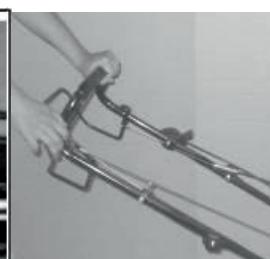

Рис.6C
3. Стоя позади оборудования, возьмитесь за рукоятку управления тормозом и прижмите ее к верхней рукоятке, как показано на рис. Рис.6C.
4. Возьмитесь за ручку стартера, как показано на Рис. 6C, и резко потяните вверх. Медленно отпустите ее к направляющему болту троса после того, как двигатель запустился.